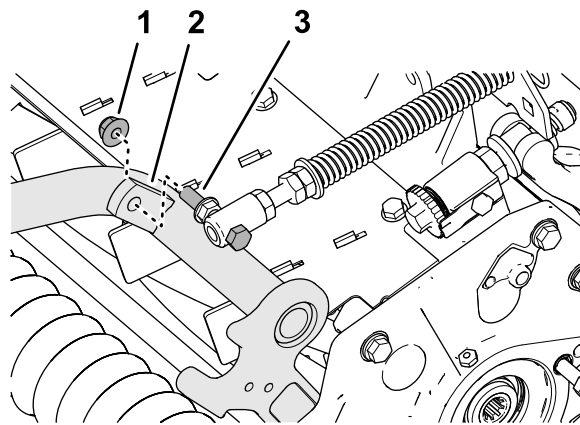

Figure 13
4. Fixez le ressort de compensation sur la patte droite du bâti porteur (Figure 13) avec le contre-écrou à embase ($\frac{3}{8}$ ").